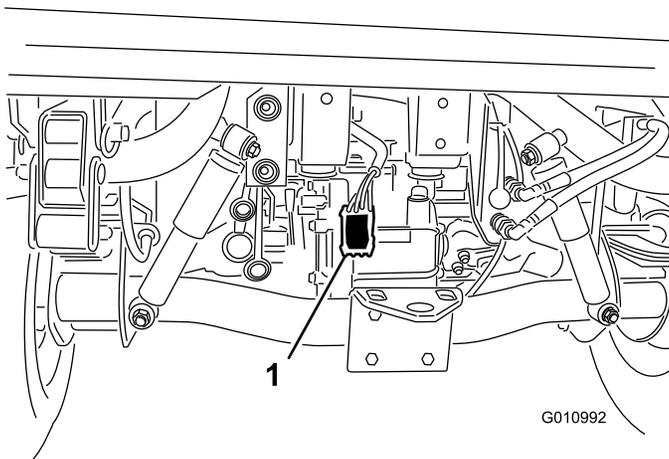

Figura 7
4. Encaminhe a cablagem ao longo da cablagem principal do veículo até à parte de trás do veículo (Figura 7).